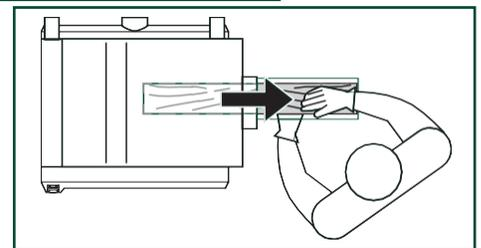

FIG. 39
2. Para retirar la pieza de trabajo de la máquina, sitúese desfasado a un lado de la abertura de salida. FIG. 39. No tire de la madera mientras sale de la máquina. Deje que el rodillo de alimentación de salida mueva la pieza de trabajo fuera de la cepilladora a su propia velocidad, pero apoye la madera a medida que se extiende más allá de los rodillos de extensión, si es necesario.